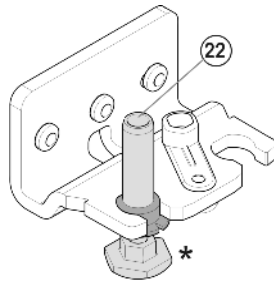

Fig. 6
- ▶ Basculer à nouveau l'appareil légèrement vers l'arrière pour réinsérer le pivot d'appui Fig. 6 (22). L'encoche doit se trouver vers l'avant.